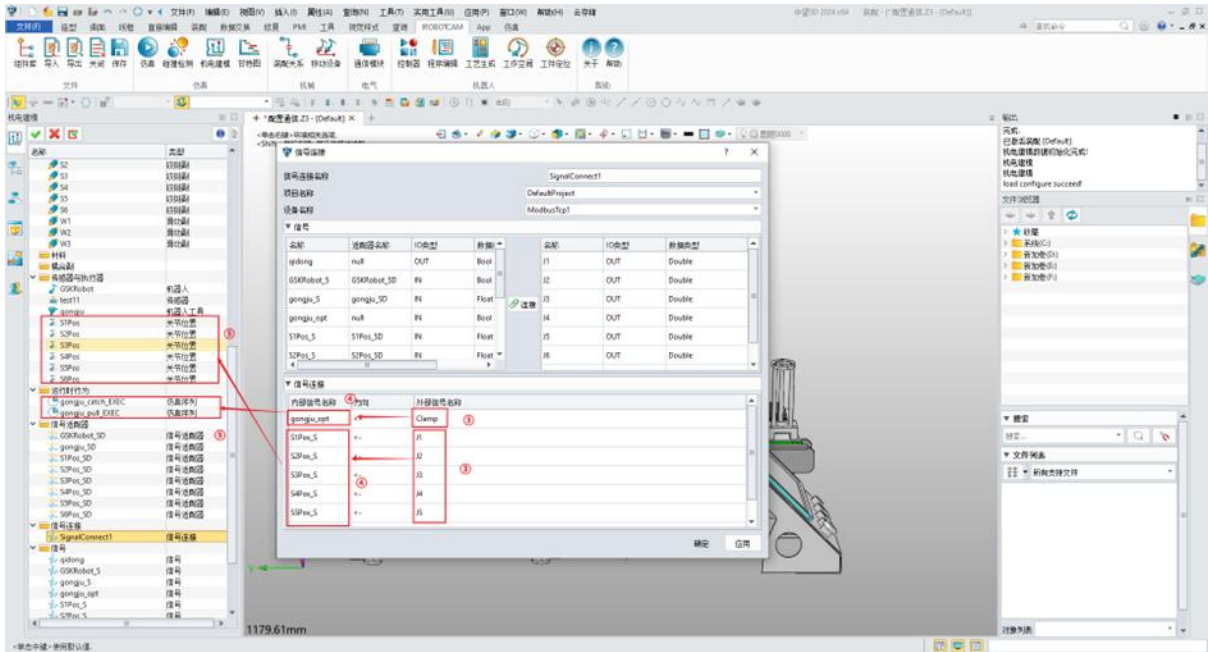

图 12-23: 仿真实验
- 通过 ③ 添加的外部信号依次控制 ④ 的内部信号。
- 最后，内部信号控制 ⑤ 的关节位置和编程仿真序列，成功建立外部通信功能。(图 12-23)